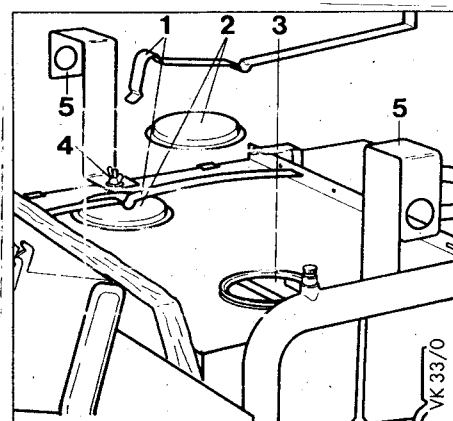

Рис.16
- Откинуть вперед щиток управления (1) рис. 16, стр. 35.
- Пожалуйста, не облакачивайтесь на щиток управления (1) и не кладите на него тяжелых предметов!
- Снимите защелкивающиеся пружины (1) на крышке (2) ревизионного отверстия (3) и откройте крышку.
- Через ревизионные отверстия (3) можно установить, требуется ли чистка теплообменника.
- Если необходима чистка теплообменника, то для чистки дымоходов (2) рис. 16 стр. 35 требуется удалить предохранитель тяги.
- Отвернуть оба крепежных болта декоративной решетки (4) рис. 16 на стр. 35 и снять декоративную решетку.
Пояснения к рис.16
- Газоходы (2) основательно почистить щеткой. Рис. 16, стр. 35.
- Повернуть и установить на место щиток управления (1) рис. 16, стр. 35.
- Декоративную решетку (4) рис. 16, стр. 35 установить на место и закрепить двумя винтами к боковым облицовочным панелям.